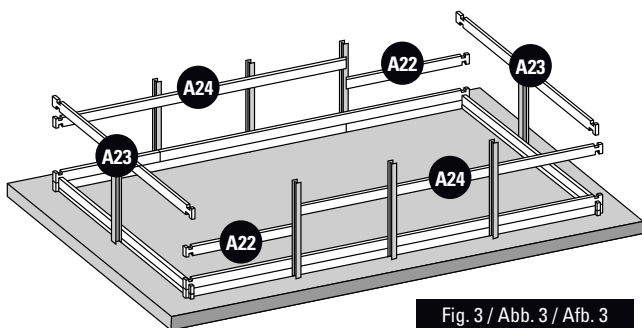

Fig. 3 / Abb. 3 / Afb. 3
- EN** **3rd LAYER OF BOARDS:** Install the third layer of boards as shown in figure 3. The position of the refilling fitting with the key and the skimmer should be defined at the start of the assembly (read the specific paragraphs).
- FR** **3ÈME RANGÉE MADRIERS :** Positionnez les madriers de la 3ème rangée conformément à la figure 3. Vous devez avoir déterminé l'emplacement de la buse de refoulement et du skimmer dès le début du montage (voir paragraphes spécifiques).
- DE** **3. BRETTERREIHE:** Platzieren Sie die Bretter der dritten Reihe laut Abb. 3. Zu Beginn der Montage müssen Sie die Lage des Druckventils und des Skimmers festlegen (lesen Sie hierzu die entsprechenden Abschnitte).
- NL** **3ª RIJ PLANKEN:** Plaats de planken van de derde rij zoals te zien is op afbeelding 3. U moet al bij aanvang van de montage bepalen op welke plaats het uitstroommondstuk en de skimmer moet komen (less de betreffende paragrafen).